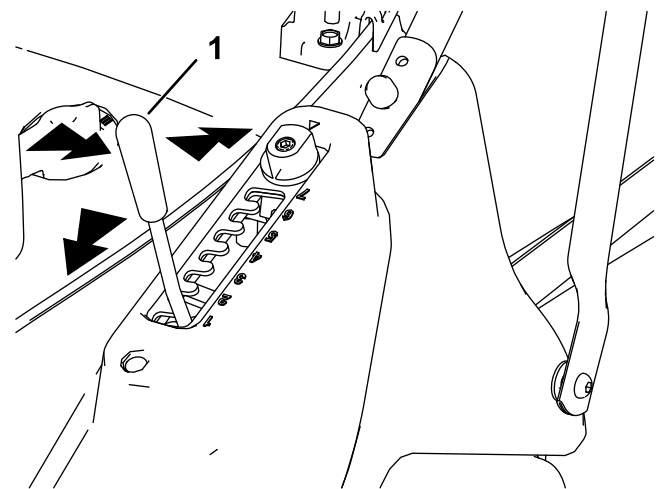

Figura 11
1. Sujete la palanca de altura de corte y tire hacia un lado para liberarla de la muesca de bloqueo (Figura 11).
2. Empuje la palanca hacia adelante para bajar la altura de corte, o tire de la palanca hacia atrás para elevar la altura (Figura 11).
- Suelte la palanca en la posición deseada y asegúrese de que queda firmemente bloqueada en una de las 7 muescas de ajuste (Figura 11).